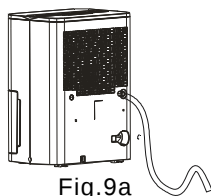
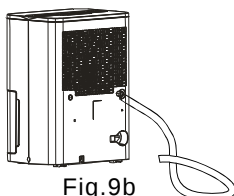

Fig.9a
Fig.9b
- Asigurați-vă că furtunul cade în jos și permite scurgerea apei fără probleme. Nu instalați furtunul de apă cum este arătat în Fig 9a și Fig.9b.